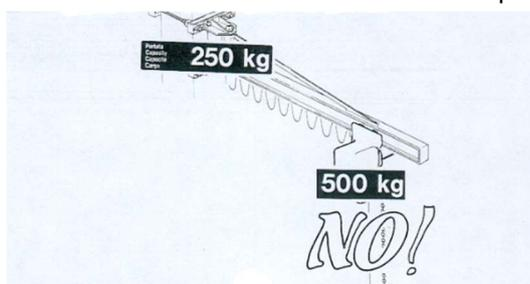

fig. 15
3. Las características de la unidad de elevación (carro/polipasto), si no forman parte del suministro, sean compatibles con las de la grúa de bandera (ver punto 2.2.7) en relación con: (fig. 15)